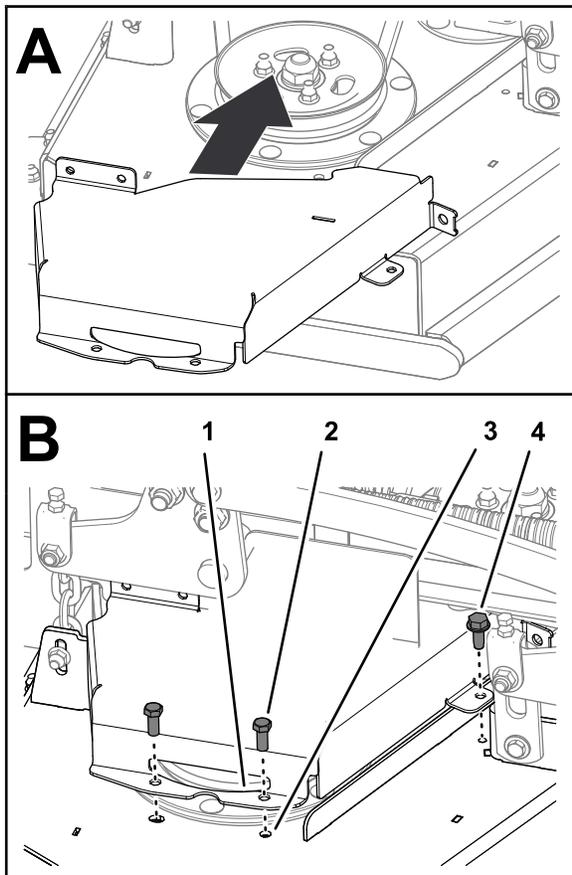

Рисунок 40
1. Подсоедините правую крышку ремня к деке (Рисунок 40) при помощи 2 болтов, снятых при выполнении действий, описанных в разделе Снятие левой крышки ремня (страница 30).